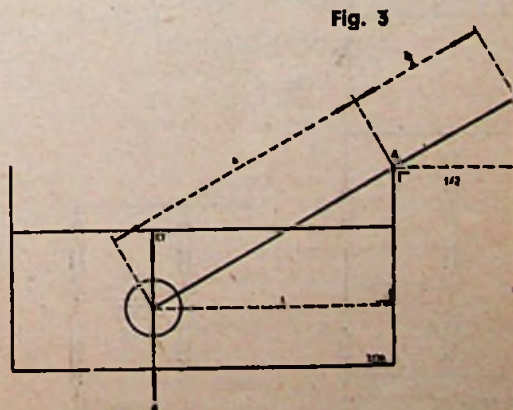

Fig. 3
3. Op de rand van een bak gevuld met water (s. g. = 1) is een stang scharnierend bevestigd. Aan het ene einde van de stang bevindt zich een lichaam, geheel ondergedompeld in het water, met een volume van 100 cm^3 en gemaakt van materiaal met een s. g. = 6. Aan het andere einde van de stang grijpt in verticale richting naar beneden een kracht K aan die juist groot genoeg is om het geheel in deze toestand in evenwicht te houden. Het volume en het gewicht van de stang mogen verwaarloosd worden, evenals de wrijving van het scharnier. Gevraagd, de grootte van de kracht K (fig. 3).